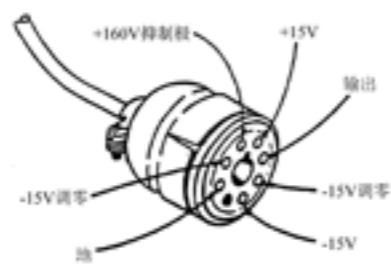

图 4-4 前置放大器供电插头
- ① 设定量程开关在最左位置，校准顺时针到头，然后关闭仪器总电源。
- ② 脱开前置放大器的供电插头，用粗合适铜线将 7 和 3 脚短接（图 4-4），亦即放大器 U_8 的两个输入端对地短路。
- ③ 接通仪器总电源，调节主板（M 板）上 R_{65} 电位器，使漏率显示尽可能接近零（第一个显示发光管亮）。